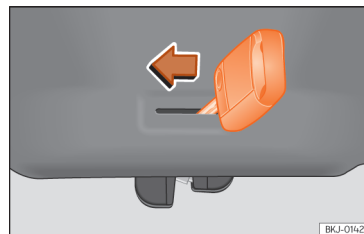

Fig. 56 Pormenor da bagageira: destrancagem de emergência.
- Introduza o palhetao da chave na ranhura e desloque a chave no sentido da seta até que a fechadura desbloqueie »» Fig. 56.